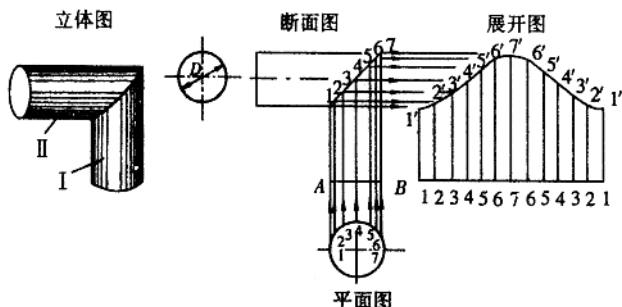

图 1-2 两节圆管直角弯头的展开
(1) 如图 1-2 所示,作弯头的立面图与断面图,因为 I、II 两节圆管的展开法是相同的,现以 I 节的展开为例。
(2) 六等分断面图半圆长,其等分点为 1、2、3、4、5、6、7;
(3) 由各等分点向上引垂线与立面图接合线相交,得交点为 1、2、3、4、5、6、7;
(4) 延长 AB 线,并在 AB 的延长线上截取 1-1 线段,其长度